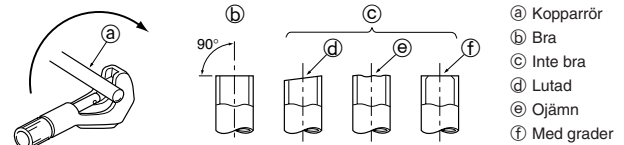

Fig. 5-3
5.2.1. Sk ra av r r (Fig. 5-3)